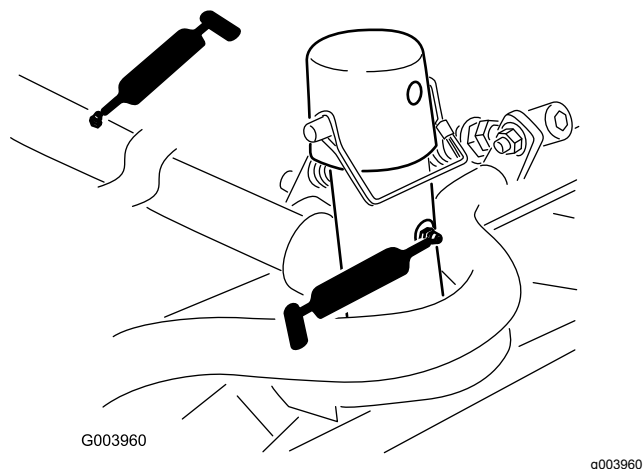

Figura 76
- Articulação e estrutura de transporte da unidade de corte (Figura 76)